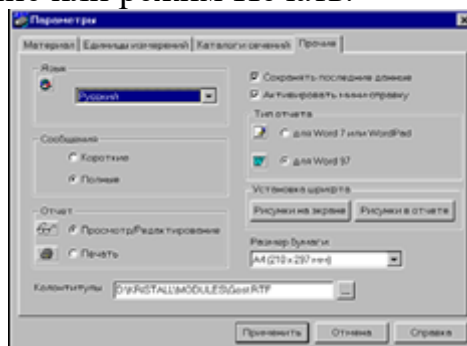

Рис. 2-8
2.3.4 Страница Прочие (Рис. 2-8) дает возможность выбрать язык общения, на котором будут представлены все тексты в управляющих окнах и оформлены результаты работы. Если в группе Сообщения установлен режим Полные, то в тексте протокола воспроизводятся некоторые промежуточные результаты, и в случае необходимости цитируются некоторые части СНиП. В режиме Короткие выводятся только исходные данные и окончательные результаты расчета и ссылки на использованные пункты СНиП.